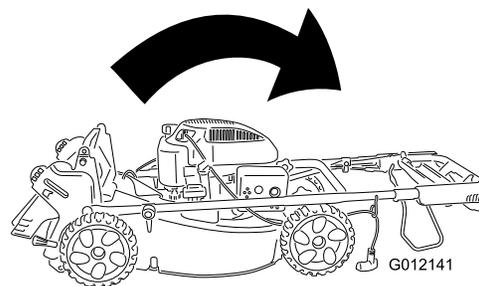

Figure 27
- Pliez la partie supérieure du guidon en avant (Figure 27).